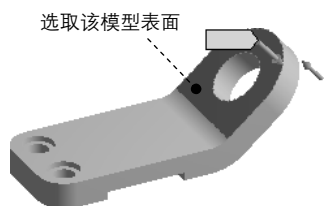

图 4.2.12 定义力方向
(1) 单击以激活 **Direction** 后的文本框，选取图 4.2.12 所示的面为方向参考，调整箭头方向
如图 4.2.12 所示。